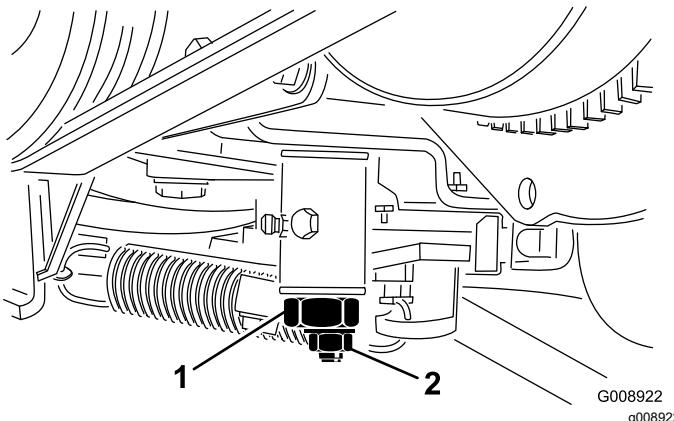

Bild 56
4. Lockern Sie die Sicherungsmutter an der Fahrantriebs-Einstellnocke (Bild 56).